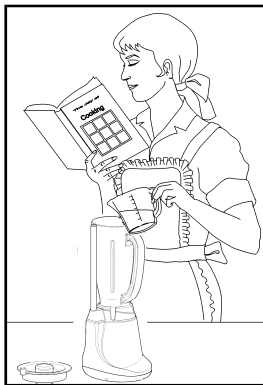

ABB. 9 - korrekte Arbeitsstellung
4. Eine korrekte Stellung einnehmen, um Unfälle zu vermeiden (siehe *ABB. 9*): der Körper muss zur Arbeitsfläche hin senkrecht stehen; **Jedenfalls sollte der direkte Kontakt mit dem Gerät vermieden werden, sich nicht daran anlehnen, lediglich den Glasgriff benutzen.**